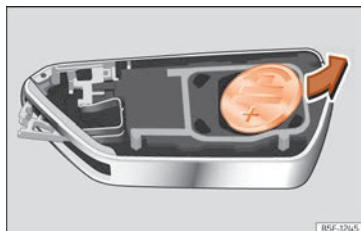

Abb. 84 Fahrzeugschlüssel: Batterie herausnehmen.
- Batterie mit einem geeigneten dünnen Gegenstand aus dem Batteriefach heraushebeln »» **Abb. 84**.
- Neue Batterie einsetzen und in das Batteriefach drücken »» ①.